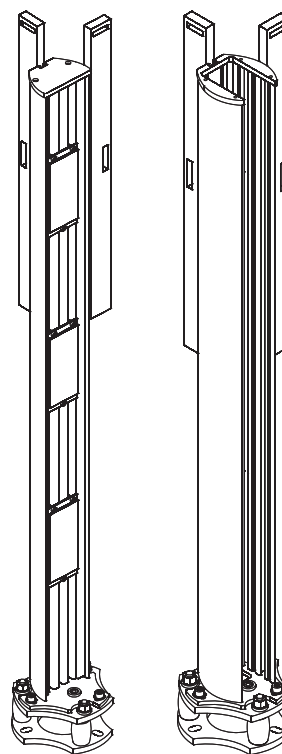

Fig. 5
DE	1.5 Vor Beginn der weiteren Arbeiten müssen Sender ②, Empfänger ③ und Spiegelsäulen exakt senkrecht ausgerichtet werden. Die senkrechte Ausrichtung der Säulen geschieht durch Anziehen der Justageschrauben ④. Zur Grobausrichtung von Spiegelsäulen eignet sich die Libelle ⑤ im Säulenfuß. Zur präzisen Ausrichtung wird jedoch die Verwendung einer Wasserwaage empfohlen (Fig. 5). Die senkrechte Ausrichtung darf während des folgenden Justiervorgangs nicht verändert werden. Lediglich Drehen (Schrauben ⑥) und Verstellen der Höhe von Lichtvorhang und Einzelspiegel sowie Feinausrichtung der Einzelspiegel (Schrauben ⑨) sind erlaubt (Beschreibung der Ausnahme folgt unter Punkt 3.3).
EN	1.5 Before continuing with the next steps, set up the sender ② and receiver ③ units, as well as the mirror columns vertically. The vertical adjustment of the columns is achieved by means of the adjustment nuts ④. The small spirit level ⑤ in the base plate can be used for gross adjustment. However, the use of a larger spirit level is recommended (fig. 5) to achieve fine adjustment. Once the vertical adjustment is finalized, the adjustment nuts ④ must not be changed during the following steps. Only rotating the columns (screws ⑥), changing the height of the units/mirrors inside the columns or tilting the mirrors (screws ⑨) is permitted (exception is described under 3.3).
FR	1.5 Avant de passer aux points suivants, les modules émetteur ② et récepteur ③ ainsi que les colonnes à miroirs doivent être dressés verticalement à angle droit du sol. L'ajustement vertical des colonnes s'effectue au moyen des écrous de réglage ④. Le niveau ⑤ au milieu du socle sert à positionner la colonne verticalement de façon approximative. Pour un réglage précis de la verticalité, l'usage d'un niveau à bulle d'air est vivement recommandé (fig. 5). Une fois qu'on a finalisé le réglage vertical, les écrous ④ ne doivent plus être modifiés au cours des étapes suivantes. On ne doit effectuer que le réglage horizontal (vis ⑥), le déplacement en hauteur des modules/miroirs dans les colonnes ou l'inclinaison (vis ⑨) des miroirs (une exception est décrite sous le point 3.3).